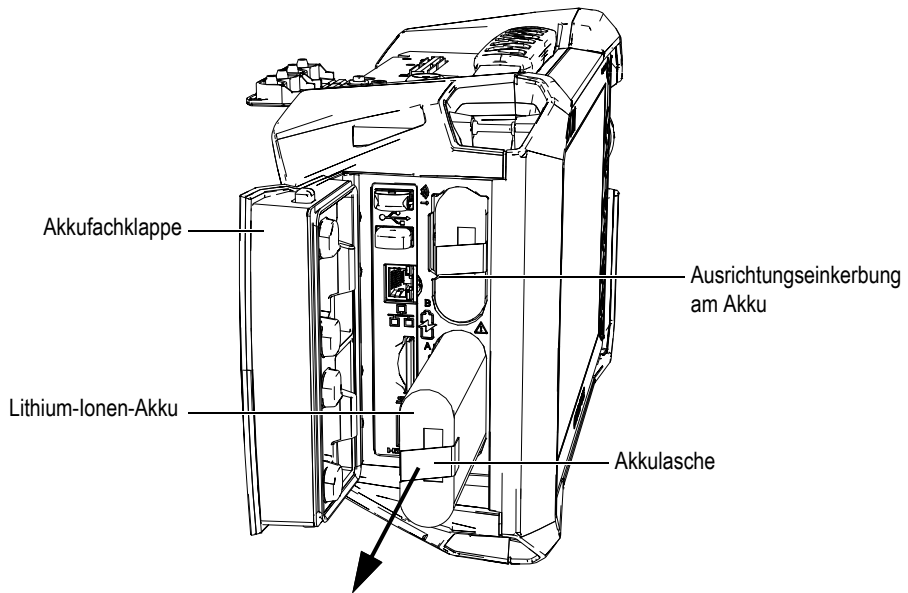

Abbildung 3-3 Entnehmen des Lithium-Ionen-Akkus
2. Drücken Sie den Akku nach innen und ziehen Sie den Akku an der Lasche nach links, um ihn herauszuziehen (Abbildung 3-3 auf Seite 47).